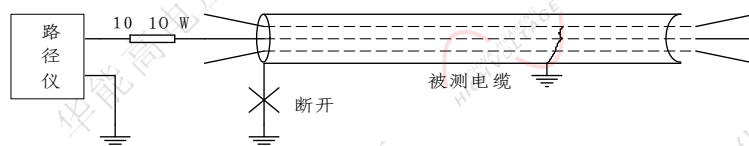

图 3 电缆直流阻抗较小时连线图
- 4、当电缆出现三相短路故障，而且电缆较短，路径仪直接加上会发生自保，要使路径信号发生器正常驱动电缆负载，必须在路径仪的输出端与电缆线之间（如图 3）串联一个 10Ω 、 $10W$ 的电阻，确保路径信号发生器正常运行。